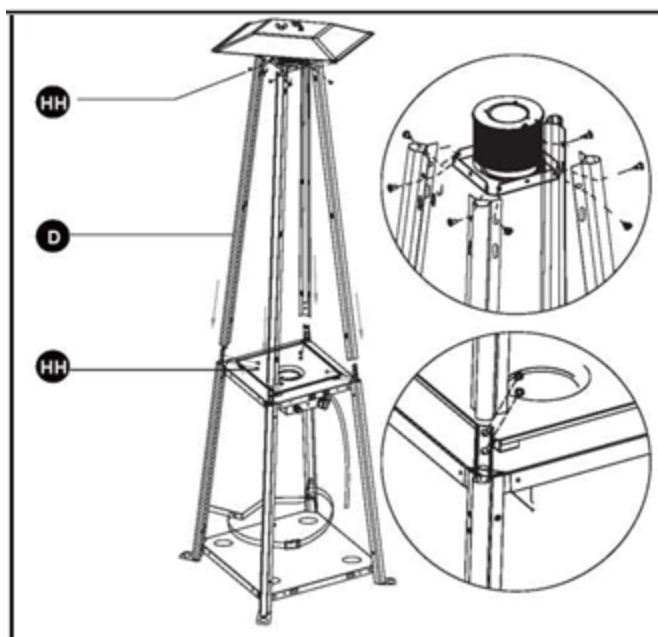

Рис. 9. Сборка верхней, нижней опоры и установка дожигателя.
5. Вставьте верхнюю опору (D) в нижнюю (L), закрепите их при помощи 8-и винтов 3/16". Прикрепите дожигатель в сборе (B) к верхней опоре (D) с помощью 8-и винтов 3/16" (HH), как показано на Рис.9.